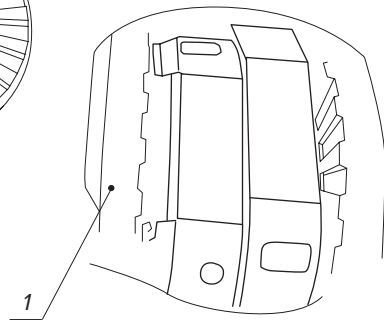

Рис. 7
10. Сдвиньте полуось до тех пор, пока проточка под стопор полуоси не покажется в проточке на распорной муфте (Рис. 7):